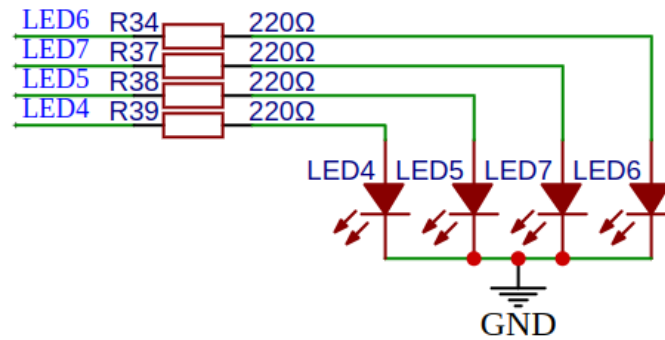

Figura 6: Esquemático de los 4 LEDs de usuario.
La placa cuenta con 4 LED (diodos emisores de luz) de usuario. El diagrama esquemático de estos LEDs se muestra en la Figura 6. Cuando la salida del FPGA es un nivel lógico bajo (0), el LED permanece apagado; cuando la salida es un nivel lógico alto (1), el LED se enciende.